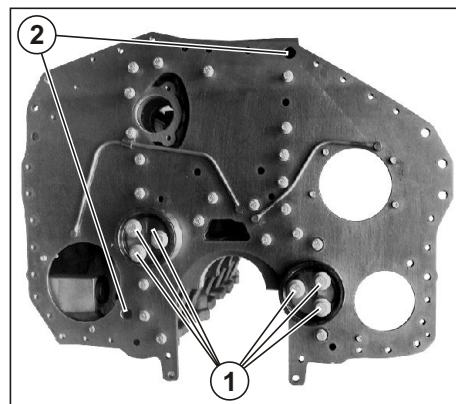

Рис. 31. Снятие осей промежуточных шестерен и листа торцевого.
3. Открутить болты (1) (310092) (см. Рис. 31), снять ось шестерни промежуточной вала распределительного (650.1029129) и ось шестерни промежуточной насоса топливного (650.1029128).
3. Снять две направляющие втулки (2) (650.1002598) (см. Рис. 31).